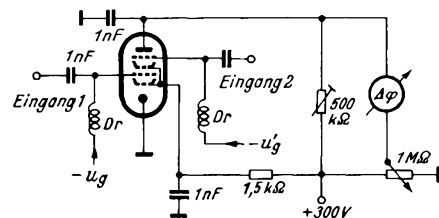

Bild 10. Phasenwinkel-Vergleicherschaltung
4. Schaltungen zum Vergleich von Frequenzen und Phasenwinkeln. Eine Meßanordnung zur Bestimmung der Phasendifferenz zweier Spannungen soll eine Ausgangsgröße liefern, die eine bekannte Abhängigkeit von der Phasendifferenz hat und unabhängig von der Größe der beiden angelegten Meßspannungen ist. Eine Schaltung nach Bild 10 erfüllt diese Forderungen; dabei wird die Tatsache ausgenutzt, daß die beiden Steuergitter  $g_1$  und  $g_2$  je eine Schaltwirkung auf den Anodenstrom besitzen. Legt man an diese beiden Gitter zwei sinusförmige Spannungen genügender Größe mit einer bestimmten Phasenbeziehung an, so ergeben sich in bekannter Weise trapezförmige Anodenstrom-Impulse, deren Mittelwert dem gesuchten Phasenunterschied entspricht. Um eine gute Amplitudenunabhängigkeit zu erzielen, werden der Anodenwiderstand und die beiden Gittervorspannungen  $U_g$  und  $U_g'$  einstellbar vorgesehen. Die Meßgenauigkeit wird in der Literatur5) mit etwa 1 Grad bei 10 MHz angegeben.